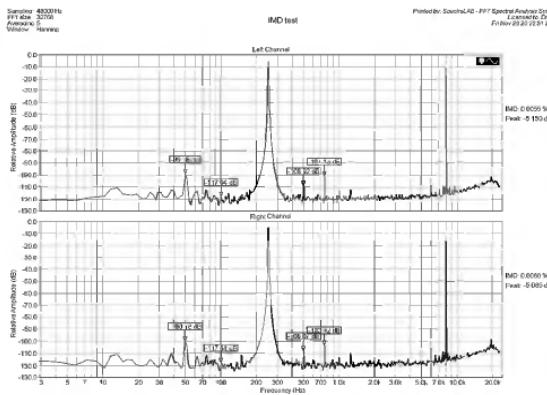

Рис.30
3. Спектр на выходе при подаче на вход двух сигналов с частотами 250 Гц и 8,02 кГц с соотношением уровней 4:1 (интегральные искажения) - **рис.30**.